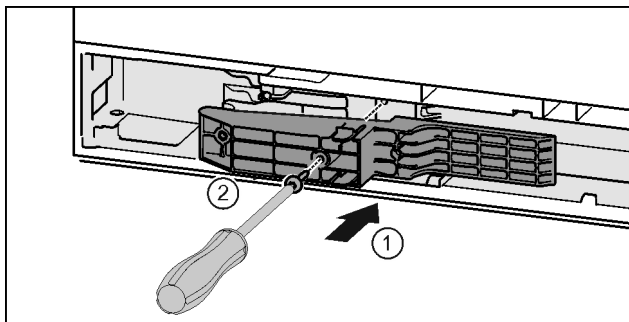

Fig. 36 \*
- ▶ Pange adapterdetail käepideme küljel väljalõikesse. Fig. 36 (1)\*
- ▶ Keerake kruvid kruvikeerajaga T15 kinni. Fig. 36 (2)\*